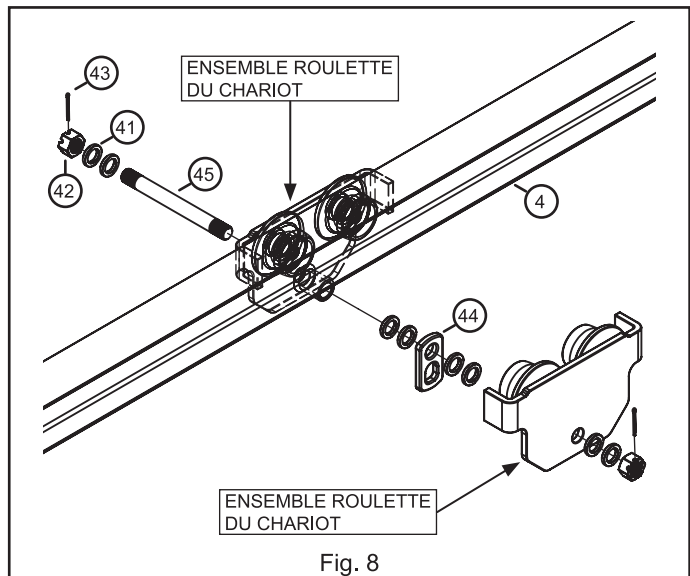

Fig. 8
ÉTAPE 8 : Installez le chariot, fig. 8. Placez l'un des ensembles roulettes du chariot sur la poutre en I (4), fig. 8. Insérez l'axe de suspension (45) dans le trou situé au bas de l'ensemble roulette du chariot. Placez deux rondelles d'espacement (41), la plaque de suspension (44), deux rondelles d'espacement supplémentaires et le second ensemble roulette du chariot sur l'axe de suspension (45). Tout en maintenant les deux ensembles roulettes du chariot conjointement à la main, déplacez le chariot d'avant en arrière pour vérifier qu'il y a suffisamment d'espace libre pour qu'il puisse se déplacer le long de la poutre en I (4) sans se coincer. Vérifiez également que le chariot n'est pas trop lâche sur la poutre en I (4) et qu'il n'y a pas trop d'espace entre les roulettes.